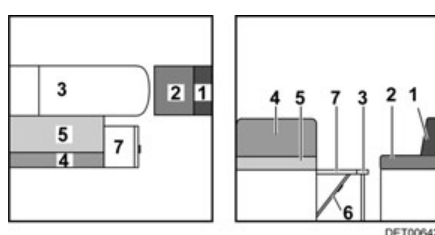

Fig. 137 Pendant la transformation
- Rabattre la rallonge de la banquette (Fig. 137,7) vers le haut et enclencher avec le rabat.
- Enlever le coussin de dossier du siège longitudinal (Fig. 137,1) et le placer de côté.
- Tirer le coussin d'assise du siège longitudinal (Fig. 137,2) vers l'avant jusqu'à la table.
- Tirer le coussin d'assise de la banquette (Fig. 137,5) vers l'avant, sur la table.
- Rabattre le coussin de dossier de la banquette (Fig. 137,4) et le tirer sur la rallonge de la banquette.
- Placer le coussin supplémentaire (Fig. 137,9) entre le coussin d'assise et le coussin de dossier.
- Placer les coussins supplémentaires (Fig. 137,10, 11 et 12) entre la cloison latérale et les coussins disposés sur la table et le plateau d'assise.